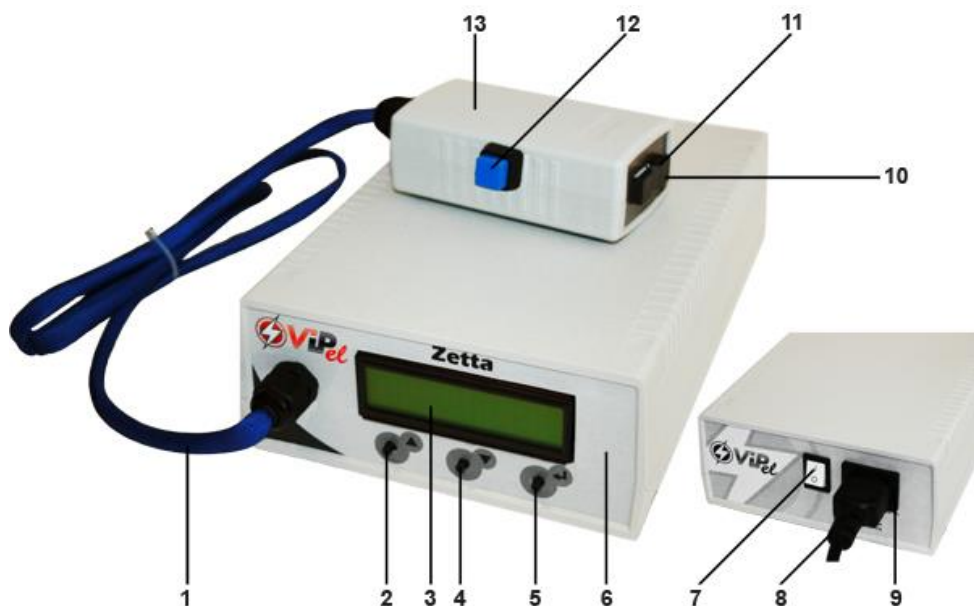

Рисунок 1
Устройство Zetta (рис.1), содержит два основных блока: блок нагревателя (13) и блок управления (6), непосредственно соединенные шнуром нагревателя (1). Шнур питания (8) подключается к разъему питания (9) и является неотъемлемой частью комплектации устройства.